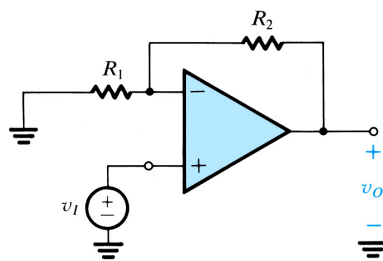

Figure 3.
- Soit le circuit de la Figure 3 pour lequel $R_1 = 100\ \Omega$ et $R_2 = 900\ \Omega$, et dont la fréquence de gain unitaire $f_t = 10\ \text{MHz}$. Donnez la fréquence de coupure $f_{-3\text{dB}}$ de ce circuit.
- Donnez une façon de limiter l'impact de la tension de décalage dans le circuit de la Figure 3.
- Donnez une façon de limiter l'impact des courants de polarisation dans le circuit de la Figure 3.